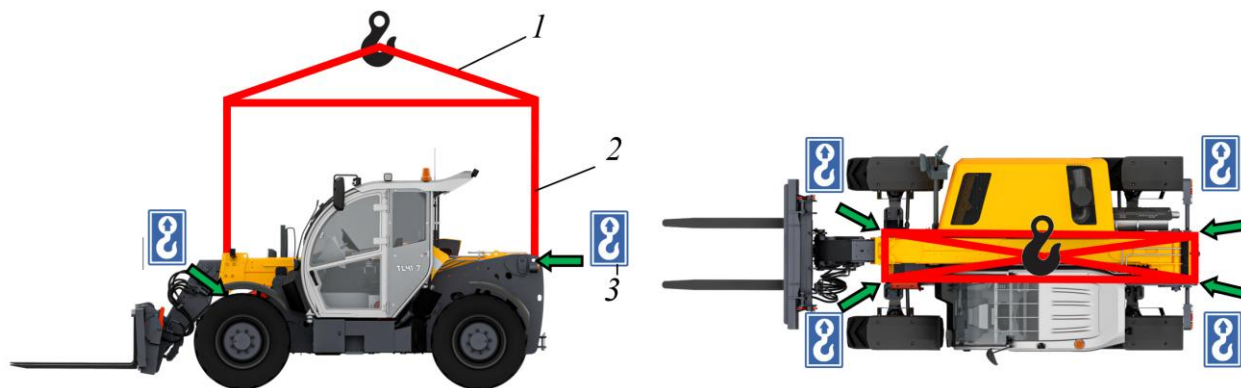

Рисунок 3.118. Точки крепления грузоподъемных строп
- ▶ Закрепить строповочное устройство поз. 2 (цепь, канат или трос) в указанных местах строповки на раме, см. поз. 3, рис. 3.118.